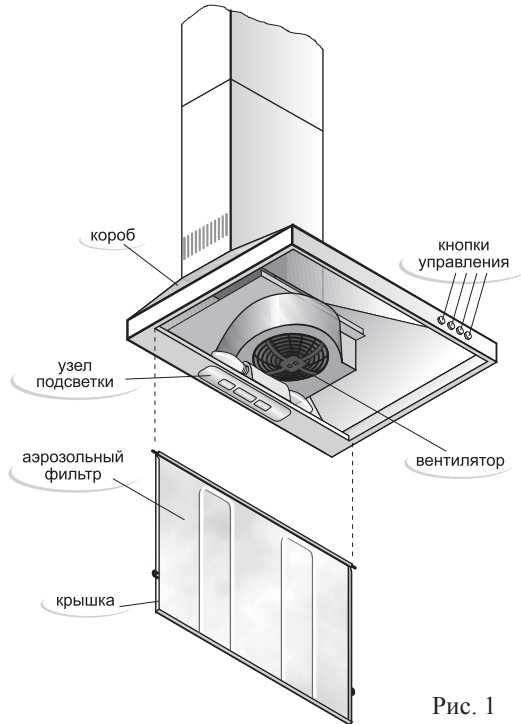
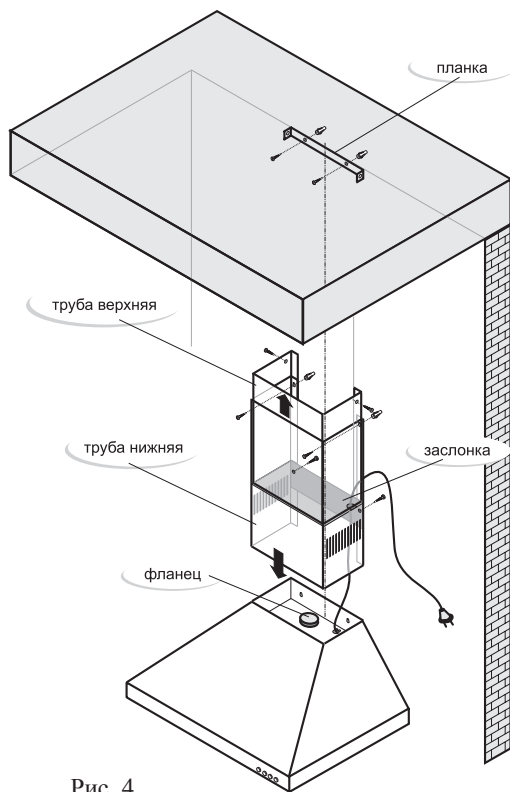

Рис. 1
Рис. 4
- 5.1 Внутри короба воздухоочистителя (рис.1) располагаются вентилятор и узел подсветки. Снизу короб закрывается крышкой с аэрозольным фильтром (или металлическим фильтром для модификаций К30, К41, К42, К44, К45, К47). На панели расположены кнопки управления работой воздухоочистителя. В верхней полости короба воздухоочистителя (рис.4) установлен фланец для отвода очищенного воздуха.